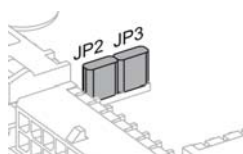

図 3-3 ジャンパ JP2/JP3 設定 (モータ・ケーブルとエンコーダ・ケーブルがフラットケーブルで統合された maxon DC motor)
- 2) ジャンパ JP2 と JP3 を“クローズ”位置に設定してください。(→ 図 3-3)：